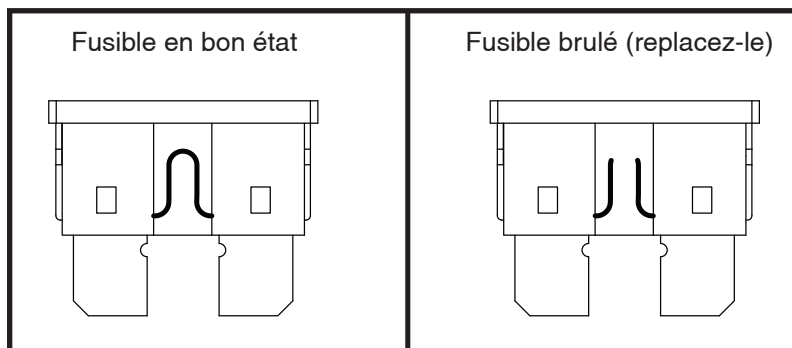

Figure 19. Le remplacement des fusibles
2. Examinez-le pour vérifier s’il est brûlé. Voir la figure 19.